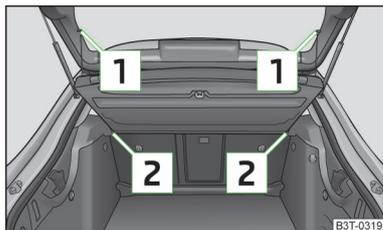

Abb. 89
- Die Haltebänder **1** » Abb. 89 von der Gepäckraumklappe aushängen.
- Die Gepäckraumabdeckung in die Halterungen **2** » Abb. 89 einschieben.